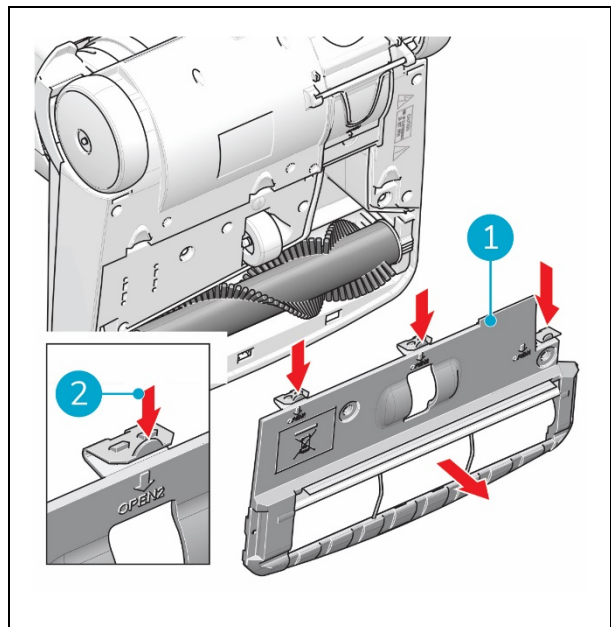

Figure 25
3. Appuyez sur les trois clips (Figure 25, pos. 2).
4. Retirez la plaque de protection (Figure 25, pos. 1).
8. Remettez la plaque de protection en place (Figure 25, pos. 1). Placez d'abord les trois encoches inférieures.
9. Fermez la plaque. Elle est verrouillée lorsque les trois clips (Figure 25, pos. 2) émettent un clic.